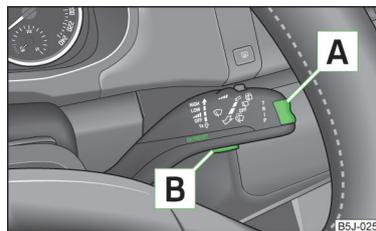

Fig. 7
- » El menú principal (**MENÚ PRINCIPAL**) se activará pulsando prolongadamente la tecla basculante **A** » fig. 7.
- Si en la pantalla se muestran los mensajes de advertencia, estos mensajes se deben confirmar pulsando la tecla **B** » fig. 7 para activar el menú principal.
- Si en la pantalla MAXI DOT se muestran los mensajes de advertencia, estos mensajes se deben confirmar con la tecla **[B]** » fig. 7 de la página 20 para activar el menú principal.